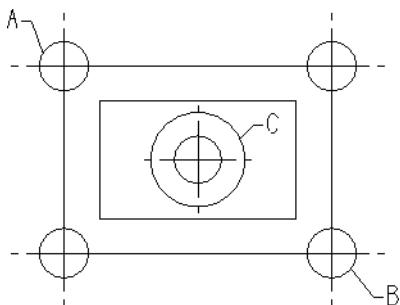

图 3-126 中心点绘制矩形
- 07 在工具栏中，输入矩形的“宽度”和“高度”分别为 100、80，并按回车键，绘制结果如图 3-126 所示。